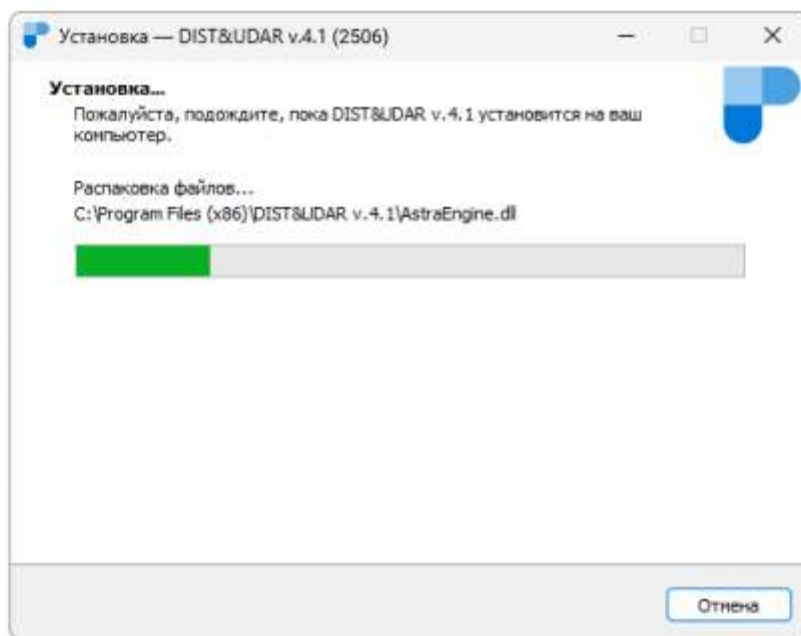

Рисунок 2.3.5 – Процесс установки
7. Нажать **Установить**. Появится индикатор установки (см. Рис. 2.3.5).